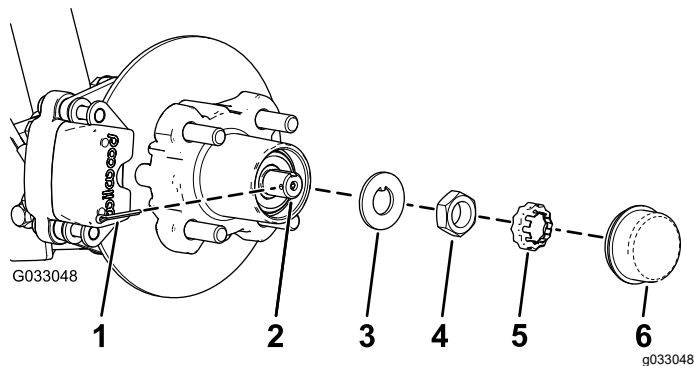

**Figura 25**
6. Retire a porca do eixo do eixo e afaste o conjunto do cubo e o rotor do eixo (Figura 24 e Figura 25).